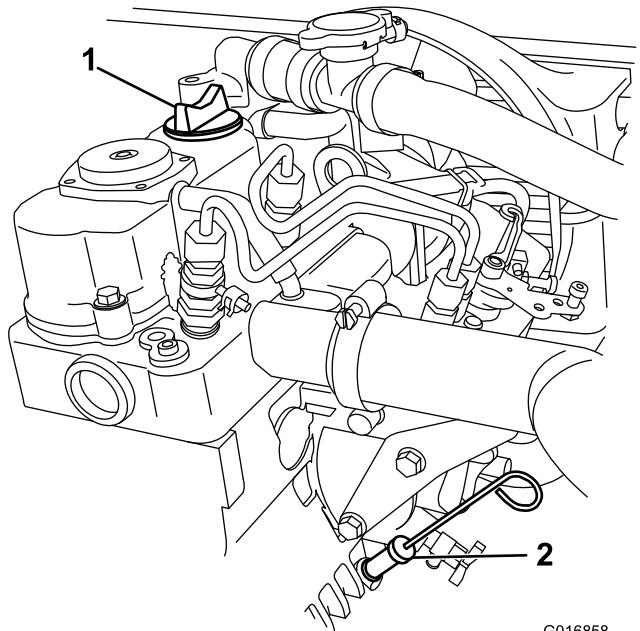

図 19
3. ディップスティック管図 19からごみが入ってエンジンを傷つけないように、その周囲をウェスできれいに拭く。
- ディップスティックを根元まで完全に差し込む図 19。
- ディップスティックを引き抜いて油量を点検する図 19。
- ディップスティックを取り付ける。奥まで完全に差し込むこと図 19。